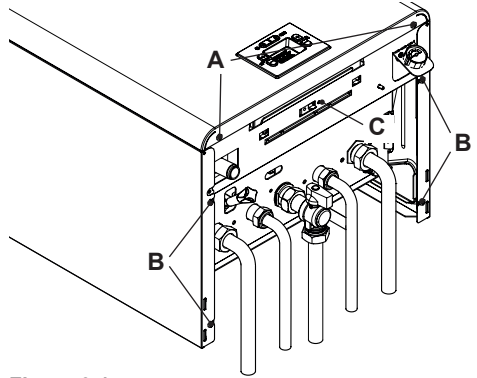
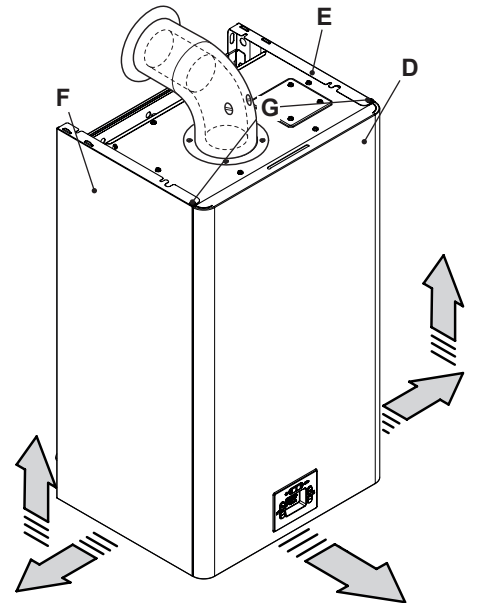

Figura 9.1
Figura 9.2
- Svitare le viti **A** e **G** quindi rimuovere il pannello frontale **D** tirandolo a sé (Figura 9.1 e Figura 9.2).
Allentare le viti **B** in Figura 9.1 e togliere i due pannelli laterali **E** e **F** tirandoli verso l'esterno e quindi spingendoli verso l'alto in modo da liberarli dalle sedi superiori.
- Svitare la vite **C** in (Figura 9.1).